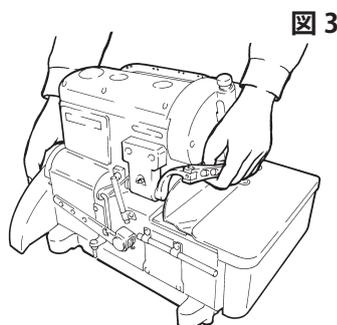

図 3
②運 搬
2. ミシンヘッドの移動は右手でブーリーをつかみ、押え台に左手をかけて、しっかり持ってください。(図3)